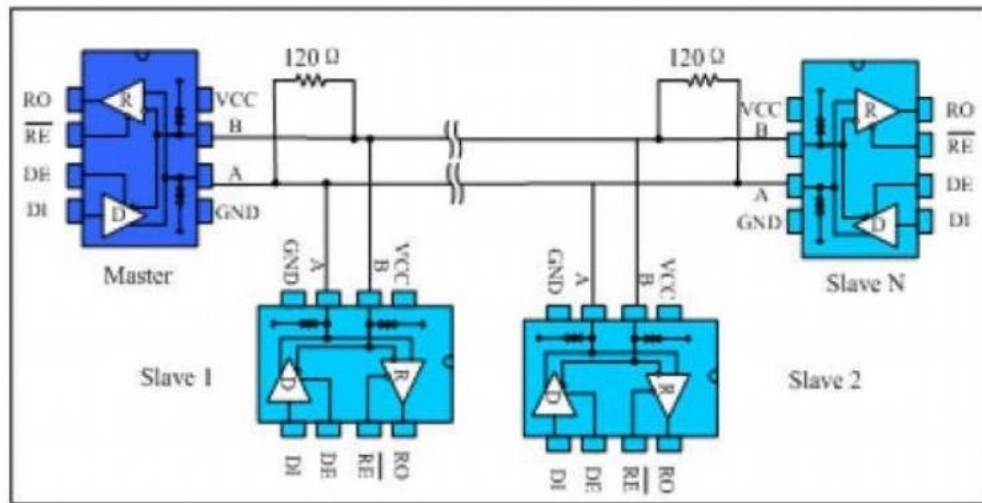

图9总线式 RS485半双工通讯网络
**总线式组网：**ST3485EBDR **RS485**收发器设计用于多点总线传输线上的双向数据通信。图9 显示了典型网络应用电路。这些器件也能用作电缆长于4000英尺的线性转发器，为减小反射，应当在传输线两端以其特性阻抗进行终端匹配，主干线以外的分支连线长度应尽可能短。